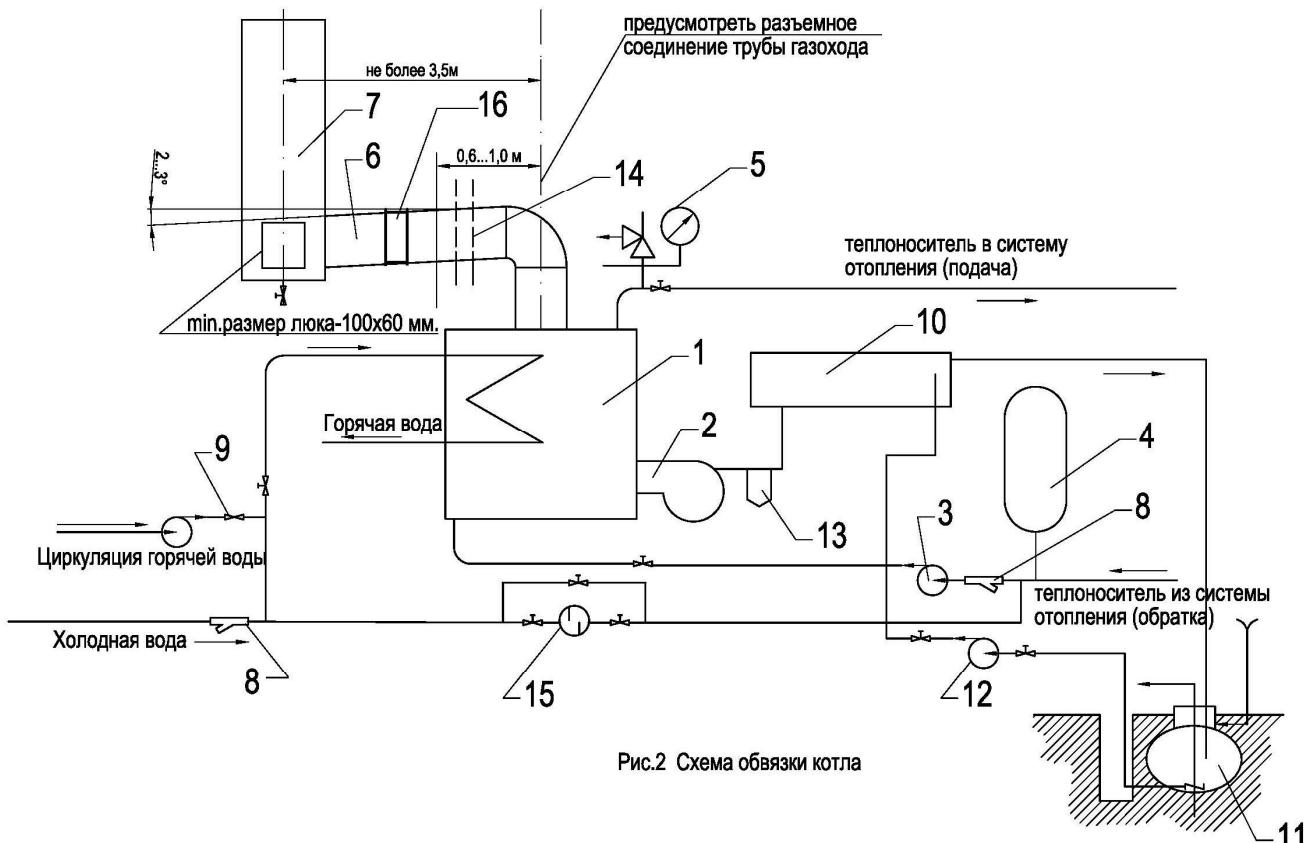

Рис.2 Схема обвязки котла
**3.4** На рис.2 показана обязательная (за исключением поз.9 и контура циркуляции горячей воды ) схема обвязки котла, работающего на жидкокомплексном топливе. В случае использования газообразного топлива из рекомендуемой схемы обвязки исключаются позиции 10; 11; 12; и 13 и добавляется газовый коллектор и клапан осечки газа с устройством обнаружения утечки газа. Дополнительно на подводящем газопроводе необходимо установить манометр с пределами